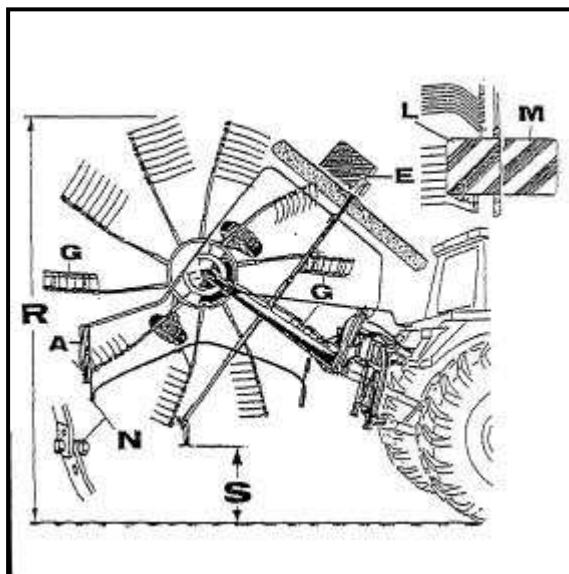

Abbildung 26
- Kupplungsstecker vom Traktor abnehmen und in Steckerhalter stecken (siehe Abb. 26, Pos. I)
Vor Arbeitsbeginn ist unbedingt die Warntafel von der Maschineninnenseite zurückzuschwenken und zu arretieren und die Schutzkappen an den Zinkenenden zu entfernen (siehe Abb. 26 Pos. M und G).
Die Warntafel zur Maschineninnenseite schwenken und arretieren (Abb. 26, Pos. A und L). Die 3 Schutzkappen (6 für TWIN 395-DH und TWIN 470-DH) über die Zinkenenden stülpen und sichern (Pos. G).
Das Maß "S" (Abb. 26) sollte beim
Um dieses zu verhindern, muss der Schwadformer nach dem Herausziehen um 90° gedreht und wieder eingesteckt werden (Abb. 26, Pos. E).